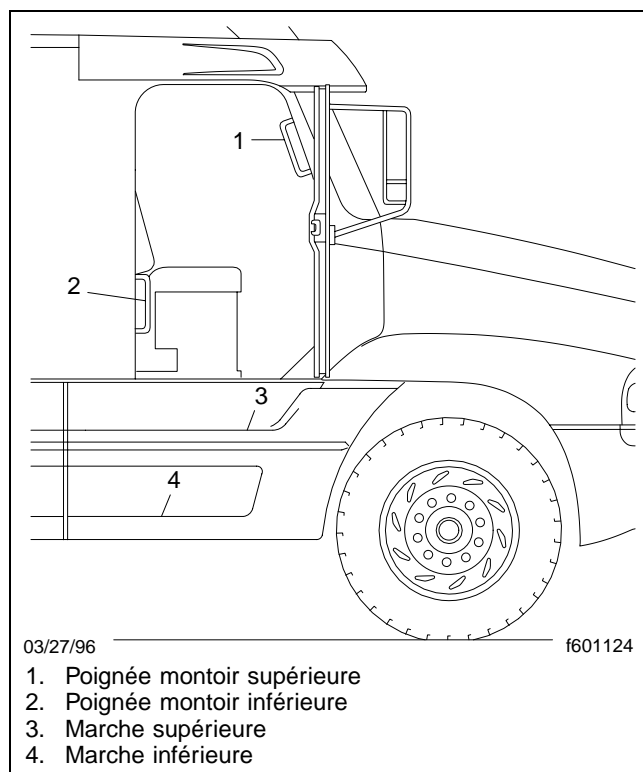

Fig. 3.4, Marches et poignées montoirs du côté passager
Entrée par le côté passager (figure 3.4)
3. Saisissez de la main droite la poignée de la portière (**figure 3.4**).
Sortie du côté passager (figure 3.4)